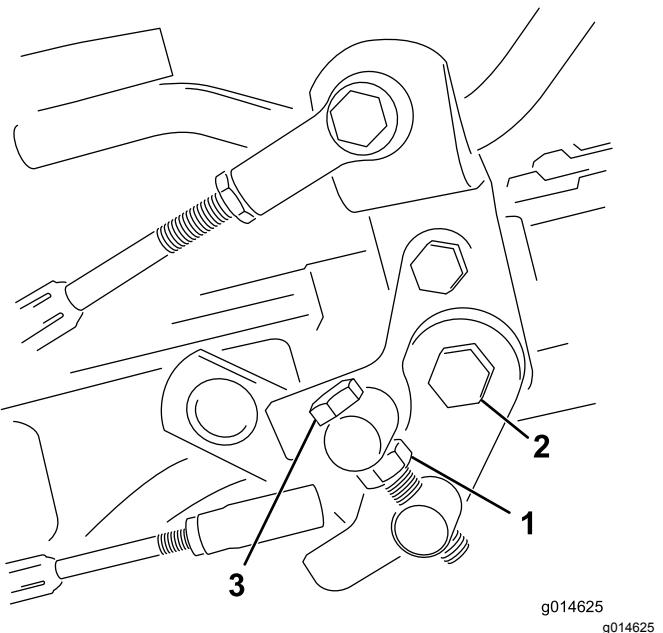

图51
1. 松开枢轴螺栓上的锁紧螺母 图51。
4. 上紧枢轴螺栓上的锁紧螺母和踏板枢轴上的螺母锁定调整 图51。检查调整情况，并按需要调整。